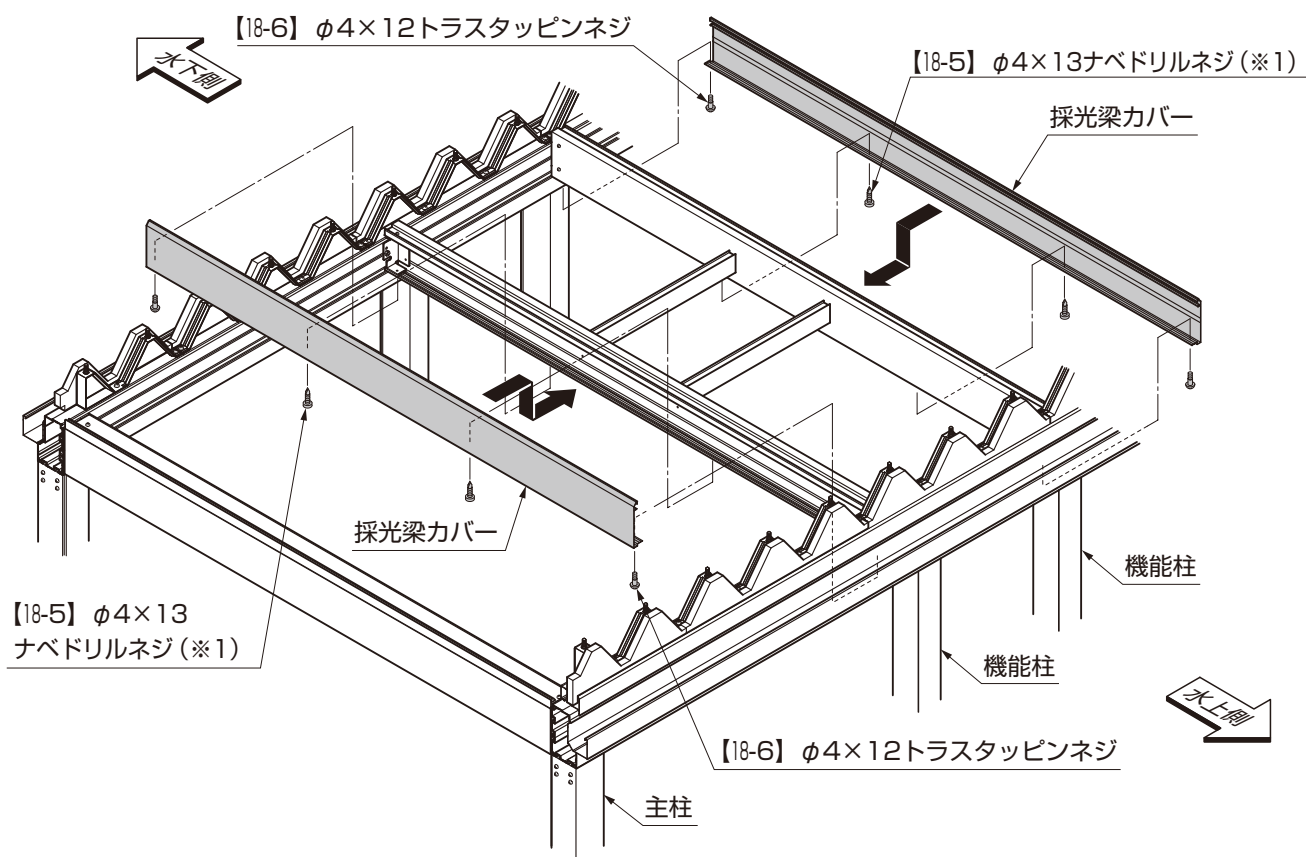

図14-5
- ②組付けた採光梁を【18-5】で組付けてください。(図14-5参照)